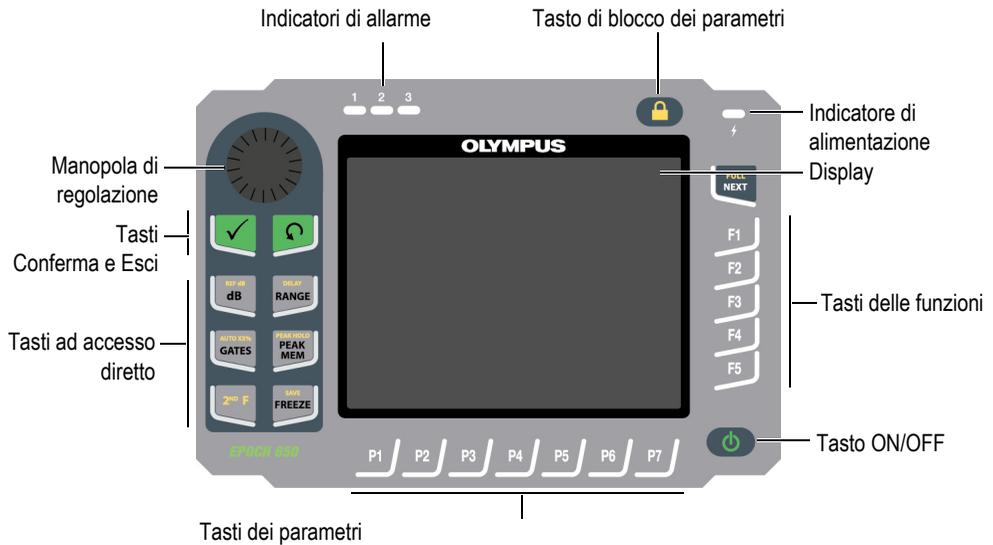
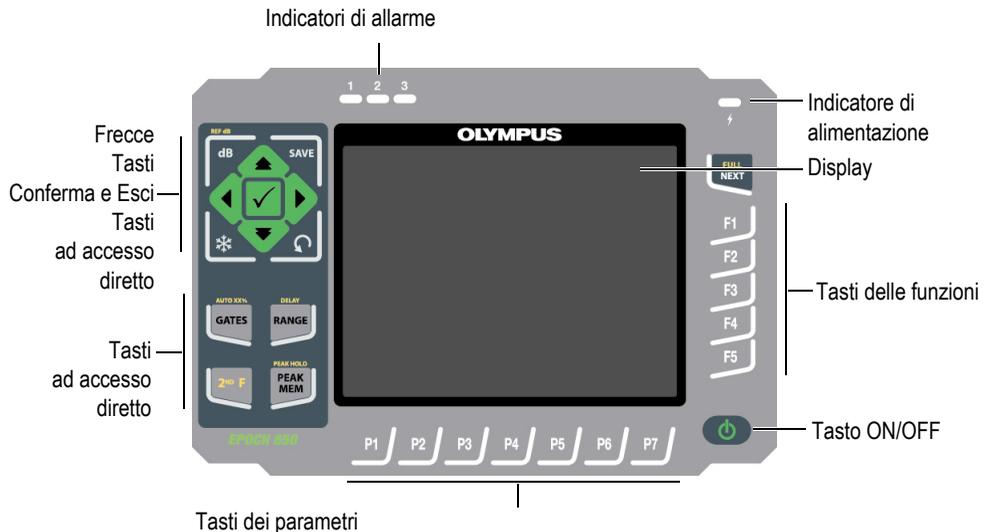
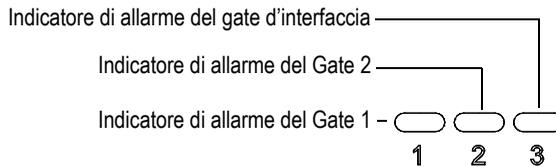

Figura 1-3 L'EPOCH 650 – Configurazione con manopola di regolazione
Figura 1-4 L'EPOCH 650 – Configurazione con tastierino di navigazione
Figura 1-15 Indicatori di allarme
- Manopola di regolazione (vedere Figura 1-3 a pagina 45)
- Tastierino di navigazione (vedere Figura 1-4 a pagina 45).
Il rilevatore di difetti ad ultrasuoni EPOCH 650 integra tre indicatori di allarme (vedere Figura 1-15 a pagina 56). Gli indicatori sono posizionati nel pannello frontale al di sopra del display (vedere Figura 1-3 a pagina 45 e Figura 1-4 a pagina 45).